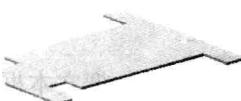
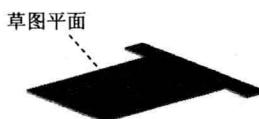

图 1.5 薄片 1
图 1.6 草图平面
Step3. 创建图 1.5 所示的钣金特征——薄片 1。
(1) 选择命令。选择下拉菜单 \rightarrow 钣金 \rightarrow \square 基体法兰(A)... 命令 (或单击“钣金”工具栏上的“基体法兰/薄片”按钮 \square)。
(2) 定义特征的横断面草图。
① 定义草图平面。选取图 1.6 所示的模型表面作为草图平面。